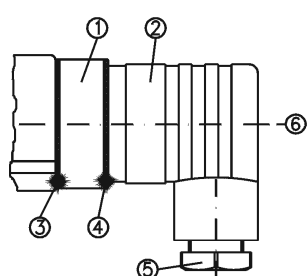

図 1
- 図1、コネクタヘッド部センターに有る M3x35 ネジ⑥を緩めて、①のコネクタ部から②のジャンクションボックス部をはずします。